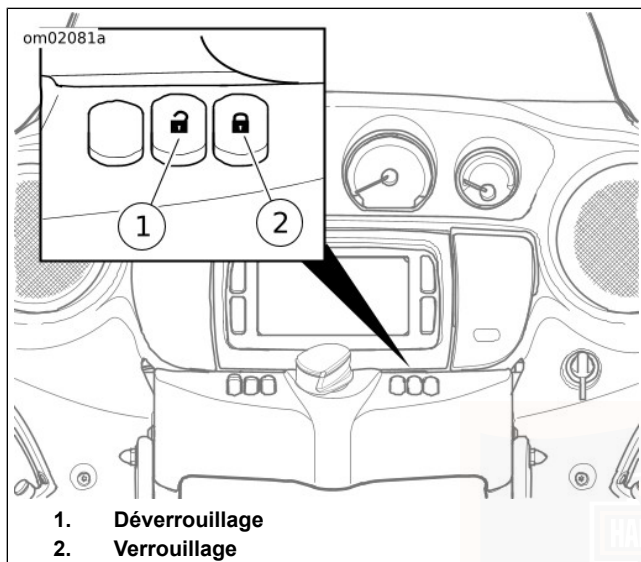

Figure 8. Commutateurs de verrouillage électrique
- c. **Commutateur de verrouillage électrique** : voir Figure 8. Avec la moto en marche, appuyer sur le commutateur de verrouillage dans le capot de carénage.
- c. **Commutateur de déverrouillage électrique** : voir Figure 8. Avec la moto en marche, appuyer sur le commutateur de déverrouillage dans le capot de carénage.
Voir Figure 8. Le commutateur de verrouillage électrique du capot de carénage intérieur actionne les verrous électriques du commutateur de verrou de fourche, des sacoches et du Tour-Pak.